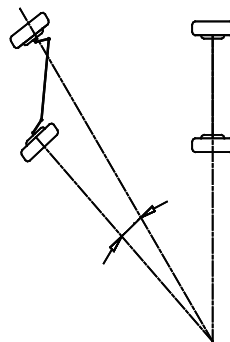

图1.5
- 转向时前张角(Toe-out on Turn)定义为转向20°时两前轮转向角度之差，如图1.5。转弯时内轮所转的角度通常大于外轮，相差在2°左右，其目的是为了在转弯时使汽车能以后轴延伸线的瞬时中心为圆心顺利转弯。此外当内轮转角较大时，阻力也较大，阻力的不同可使汽车偏向阻力大的一方，使转向容易。